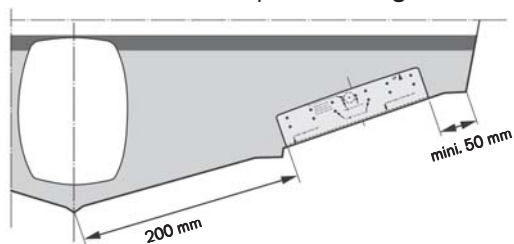

Fig. 7
Les unités d'interception (C) **figures 1 et 4** devront être installées sur le tableau arrière, à proximité du fond du bateau. Le positionnement exact est donné par le gabarit faisant partie de la livraison (pour des instructions plus détaillées, voir ci-après). Plus les unités d'interception sont montées vers l'extérieur, plus grande sera la commande latérale (d'un côté à l'autre). Positionner les unités d'interception au moins à 50 mm de la lumière en direction de l'axe du bateau. Pour les bateaux avec moteurs hors-bord, in-bord/hors-bord ou les installations à propulsion d'eau, un minimum de 200 mm doit être conservé entre l'axe de l'embase et le bord le plus proche des unités d'interception. **Voir fig. 7.**